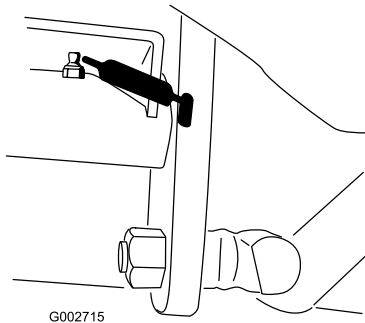

Figura 23
- Articulação do pedal de tração (1) (Figura 23)